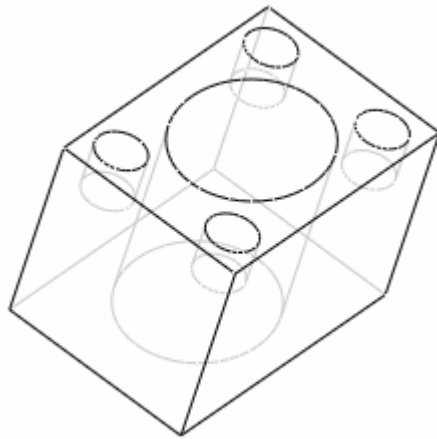

图 1-8
- (4) 单击草绘命令工具栏中的  按钮，返回拉伸特征操控板。
- (5) 单击拉伸特征操控板中的移除材料按钮 。
- (6) 单击【选项】按钮，在弹出的面板中选择“盲孔”选项，并输入深度为“25”。
- (7) 单击预览按钮，并单击工具栏中的隐藏线切换按钮 ，结果如图 1-8 所示。